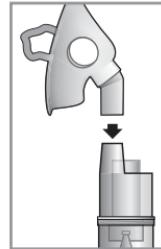

Рис. 3
6. В зависимости от вида ингаляции, непосредственно к верхней части небулайзера присоедините либо мундштук, либо насадку для носа, либо маску (рис. 3). Небулайзер держите вертикально или присоедините к корпусу прибора с помощью углового держателя.